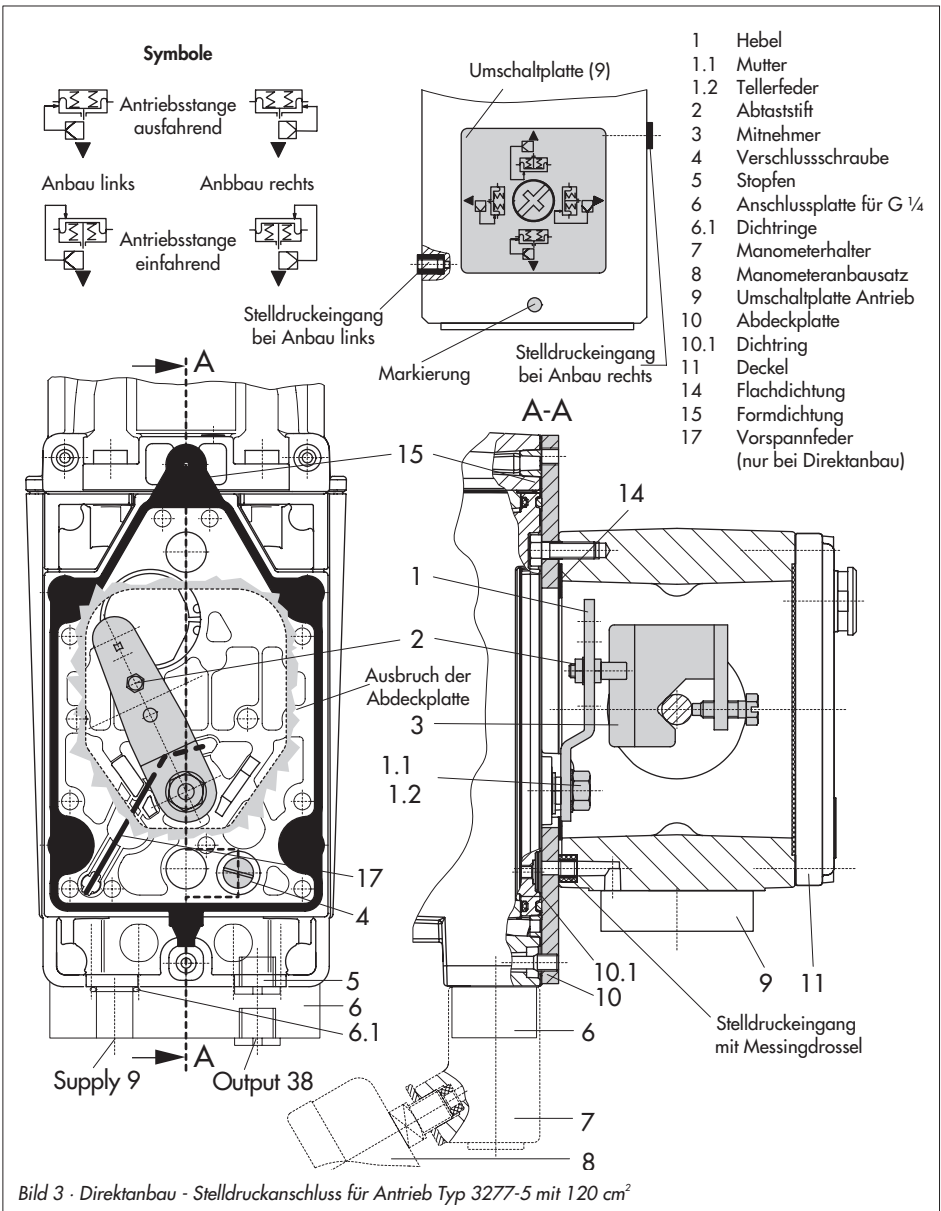

Bild 3 · Direktanbau · Stelldruckanschluss für Antrieb 3277-5 mit 120 cm²
5. Abdeckplatte (10) mit schmaler Seite des Ausbruchs (Bild 3 links) in Richtung zum Stelldruckanschluss befestigen, die aufgeklebte Flachdichtung (14) muss zum Antriebsjoch zeigen.
6. **Hub 15 mm:** Am Hebel **M** (1) auf der Stellungsreglerrückseite verbleibt der Abtaststift (2) auf Stiftposition **35** (Lieferzustand).